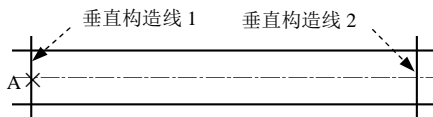
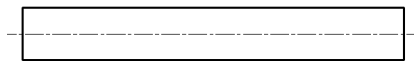

图 1.1.4 垂直构造线
图 1.1.5 修剪图形
Step3. 创建图 1.1.4 所示的垂直构造线。
(1) 创建图 1.1.4 所示的垂直构造线 1。选择下拉菜单 **绘图(D)** → **构造线(O)** 命令, 在命令行中输入字母 V 并按 Enter 键 (即选择“垂直”选项), 在图 1.1.4 所示的 A 点处单击, 按 Enter 键结束命令。
(2) 创建图 1.1.4 所示的垂直构造线 2。选择下拉菜单 **修改(M)** → **偏移(O)** 命令, 在命令行中输入偏移距离值 400 后按 Enter 键, 选取垂直构造线 1 为偏移对象, 在其右侧的空白区域单击, 以确定偏移方向, 按 Enter 键结束命令。
Step4. 修剪图形。选择下拉菜单 **修改(M)** → **修剪(T)** 命令, 选取图 1.1.4 所示的四条构造线后按 Enter 键, 单击要修剪的部分, 按 Enter 键结束命令。结果如图 1.1.5 所示。